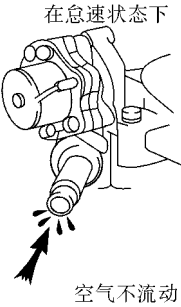

图 2-54 检查 OVCV 是否关闭
2) 起动发动机，在怠速运转的条件下，检查 OVCV 是否关闭，然后关闭发动机，如图 2-54 所示。